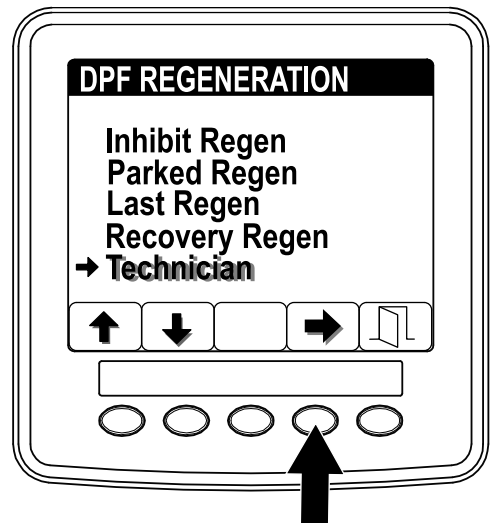

图7
- 访问 DPF Regeneration (DPF 再生) 菜单，按 1 号或 2 号按钮向下滚动至 TECHNICIAN (技术人员) 选项 (图7)。
- 按 4 号按钮选择 Technician (技术人员) 条目 (图7)。